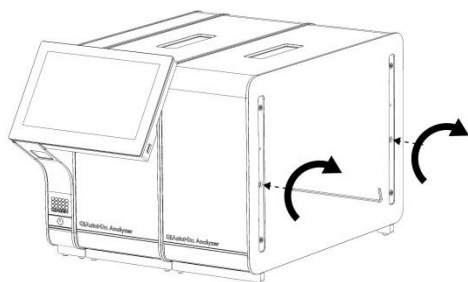

Figura 13. Alinhamento e colocação do módulo analítico adicional.
4. Alinhe o módulo analítico adicional com o módulo analítico existente. Aperte os parafusos utilizando a ferramenta de montagem do módulo analítico-operacional fornecida com o QIAstat-Dx Analyzer 1.0 (Figura 13).